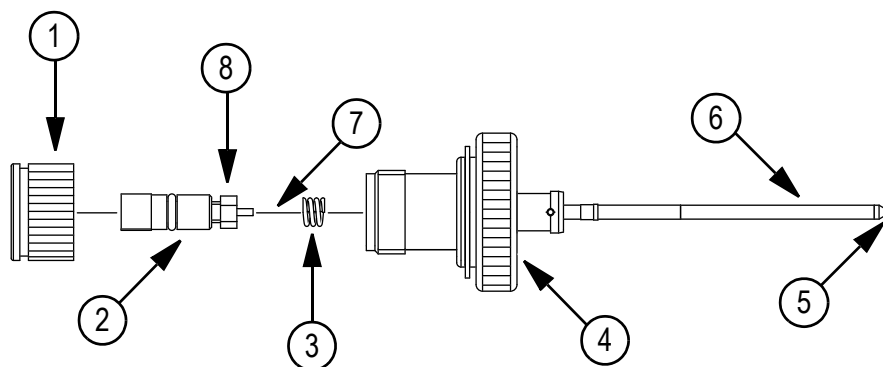

Figure 4-1 Sonde - vue agrandie
4. Tout en maintenant la sonde pointe vers le bas, de sorte que le ressort reste à l'intérieur de la sonde, retirer le tube électrode. Voir figure 4-1.